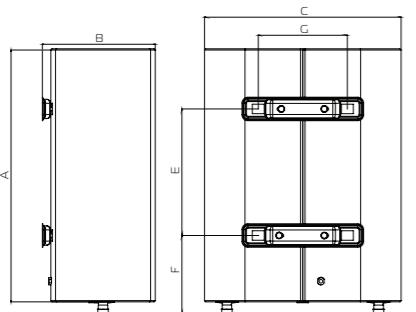

Рис. 5
| Индикация на дисплее отсутствует / не горит индикатор | Сработала защита УЗО. | Протестируйте УЗО, нажав кнопку «test». В случае, если УЗО прошло тестирование, нажмите на кнопку (3) перезапуска. В случае, если тестирование не проходит, свяжитесь со специалистами по техническому обслуживанию для осуществления ремонта (см. рис. 5). |